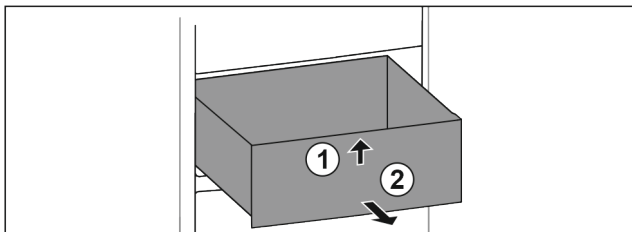

Fig. 84
- ▶ Lyft upp utdragslåda fram till. Fig. 84 (1)
- ▶ Ta ut utdragslåda genom att dra den framåt. Fig. 84 (2)